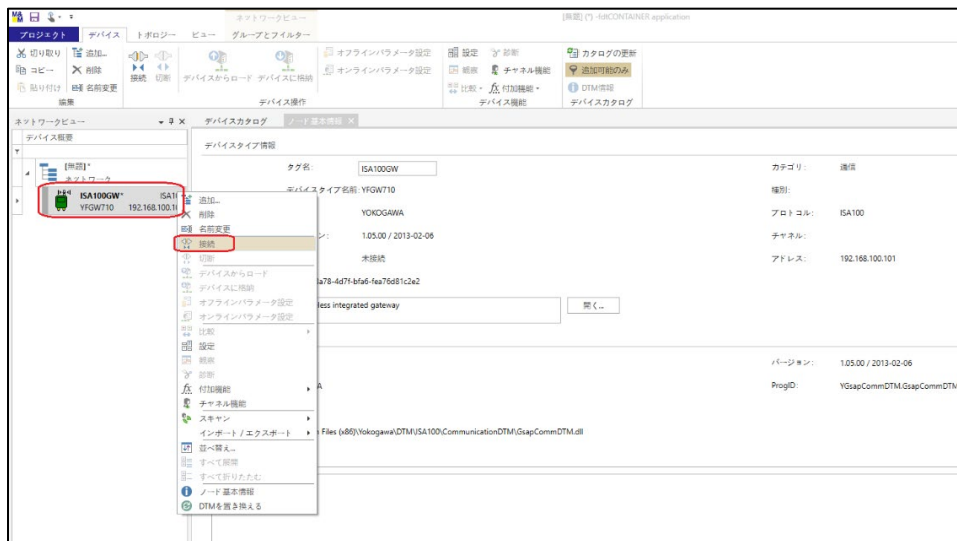

図 5-41 ISA100.11a 無線上位システムに接続
- ③ メイン画面左のツリーメニュー⇒【無題】ネットワークに「ISA100GW YFGW710」が追加されますので右クリックにて「接続」を選択し、ISA100.11a 無線上位システムに接続します。(図 5-41)